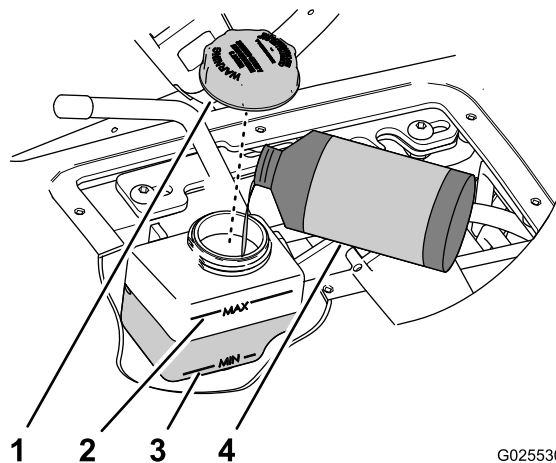

图61
4. 检查油箱中速度控制油缸的油位 图61。
- A. 将盖子周围的区域擦拭干净 图61。
- B. 从液压油箱上取下盖子 图61。
- C. 添加指定液压油使油位升高至介于油箱外侧的最小与最大标记之间 图61。
D. 将盖子手动装紧图61。